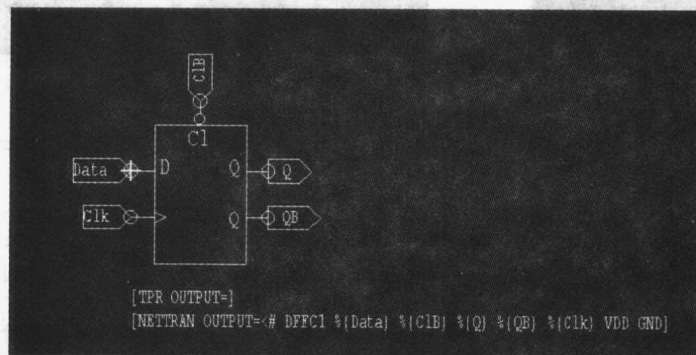

图 1.17 DFFC 模块的符号模式
(9) 切换模式: 选择 **View→Symbol Mode** 命令, 会看到 DFFC 模块的符号, 如图 1.17 所示。